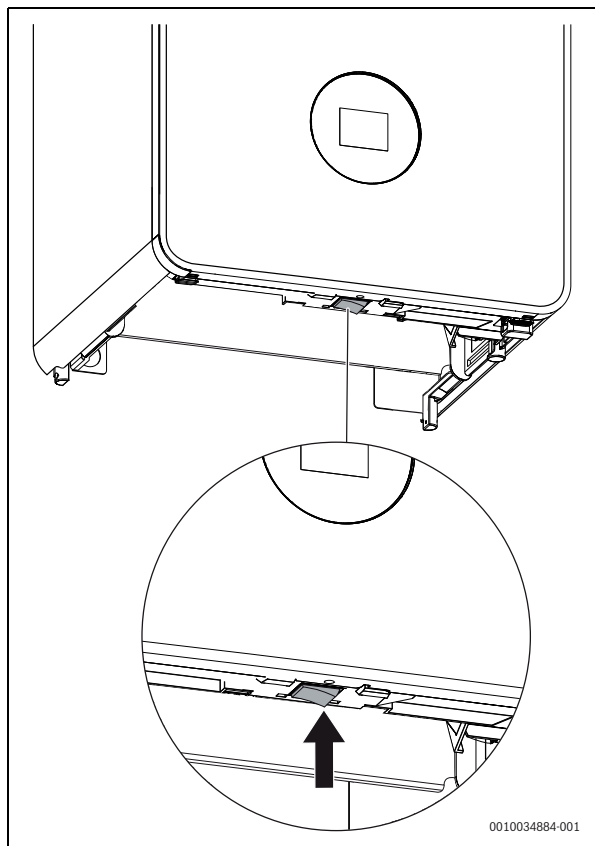

Bild 1 Schalter Ein/Aus
- Gerät am Schalter Ein/Aus (→ Bild 1, Seite 4) ausschalten.